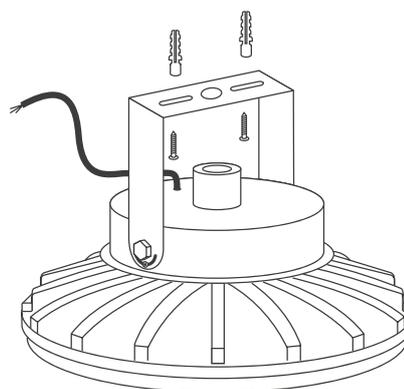

Рисунок 3. Установка светильника на скобу
- Установите светильник на поверхность и отрегулируйте угол наклона, предварительно ослабив фиксирующие винты на скобе (см. рисунок 3).